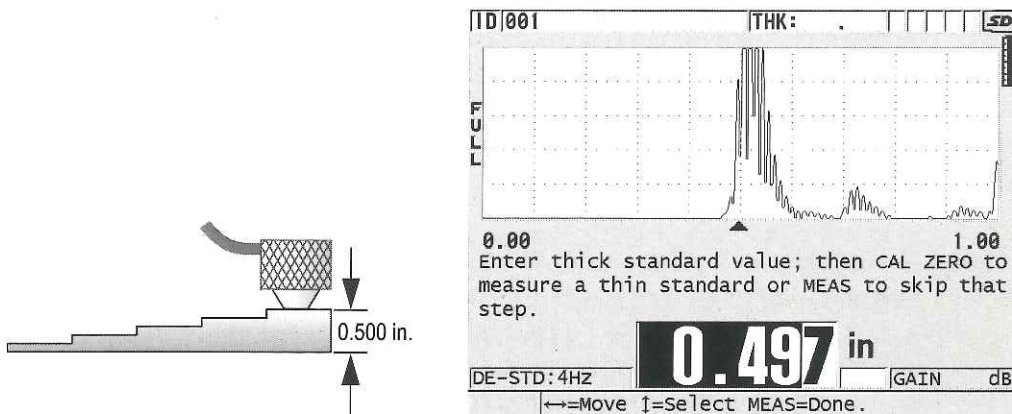

図 5-4 階段状試験片（5 段階）での材料音速校正の実行
1. 材料音速校正を実行するには（64 ページ図 5-4 参照）：